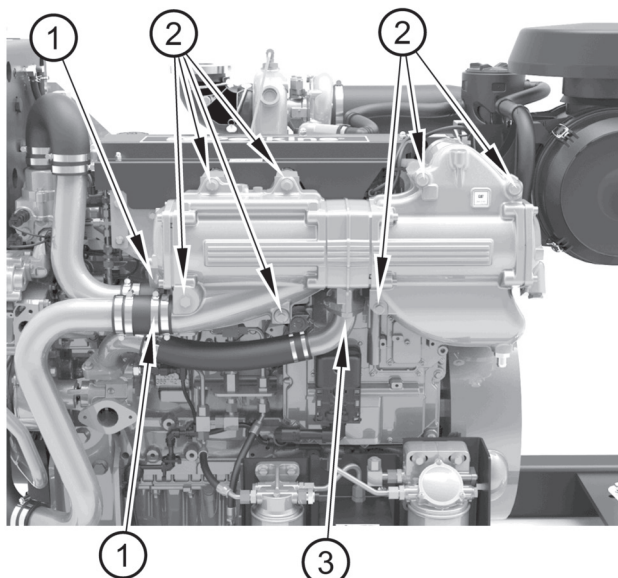

Figura 18
2. Afloje las abrazaderas del tubo flexible (figura 18, elemento 1).